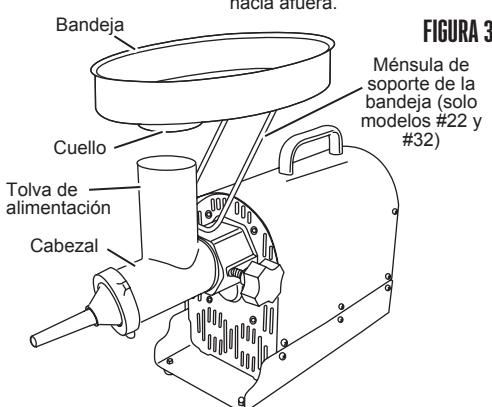

FIGURA 3
7. Inserte el cuello de la bandeja en la tolva de alimentación (**FIGURA 3**). Enchufe en un tomacorriente.
8. NUNCA opere el molino sin haber asegurado la bandeja en su lugar (**FIGURA 3**).